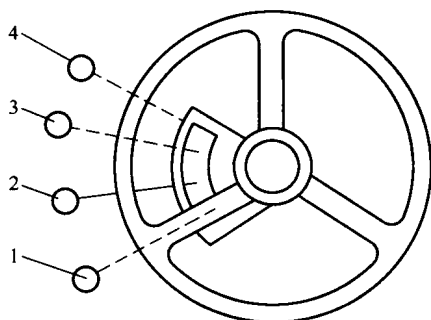

图 1-2 变速操纵杆操纵示意图
(8)变速操纵杆:位于转向盘立柱左侧,用于改变装载机行驶速度和进退方向。中间位置为空档。变速操纵杆向后拉一格为倒档。向前推一格为前进 I 档;再向上抬、前推一格为前进 II 档,其具体位置如图 1-2 所示。使用档位应由低到高。变换进退方向时,装载机须先停稳后,再进行换挡。